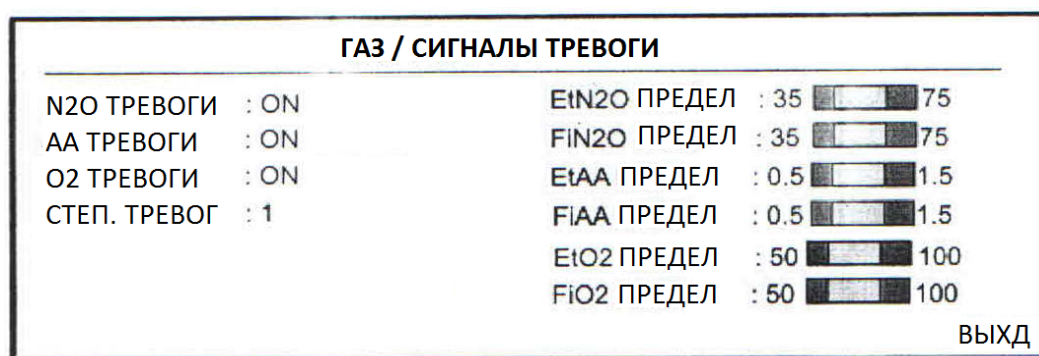

Рисунок 2.70 – окно «ГАЗ / СИГНАЛЫ ТРЕВОГИ»
2.5.10.9 Выберите пункт меню «GAS ТРЕВОГА >>» в окне «ГАЗ», чтобы открыть следующее меню (см. рисунок 2.70).